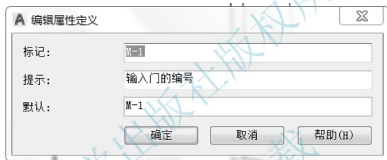

图 3.69 【编辑属性定义】对话框
(4) 如果需要修改已经定义的属性值,可执行【文字编辑】命令(快捷键 ED)。在**选择注释对象**或**[放弃(U)]**:提示下,选择刚才定义的属性值 M-1,则会弹出如图 3.69 所